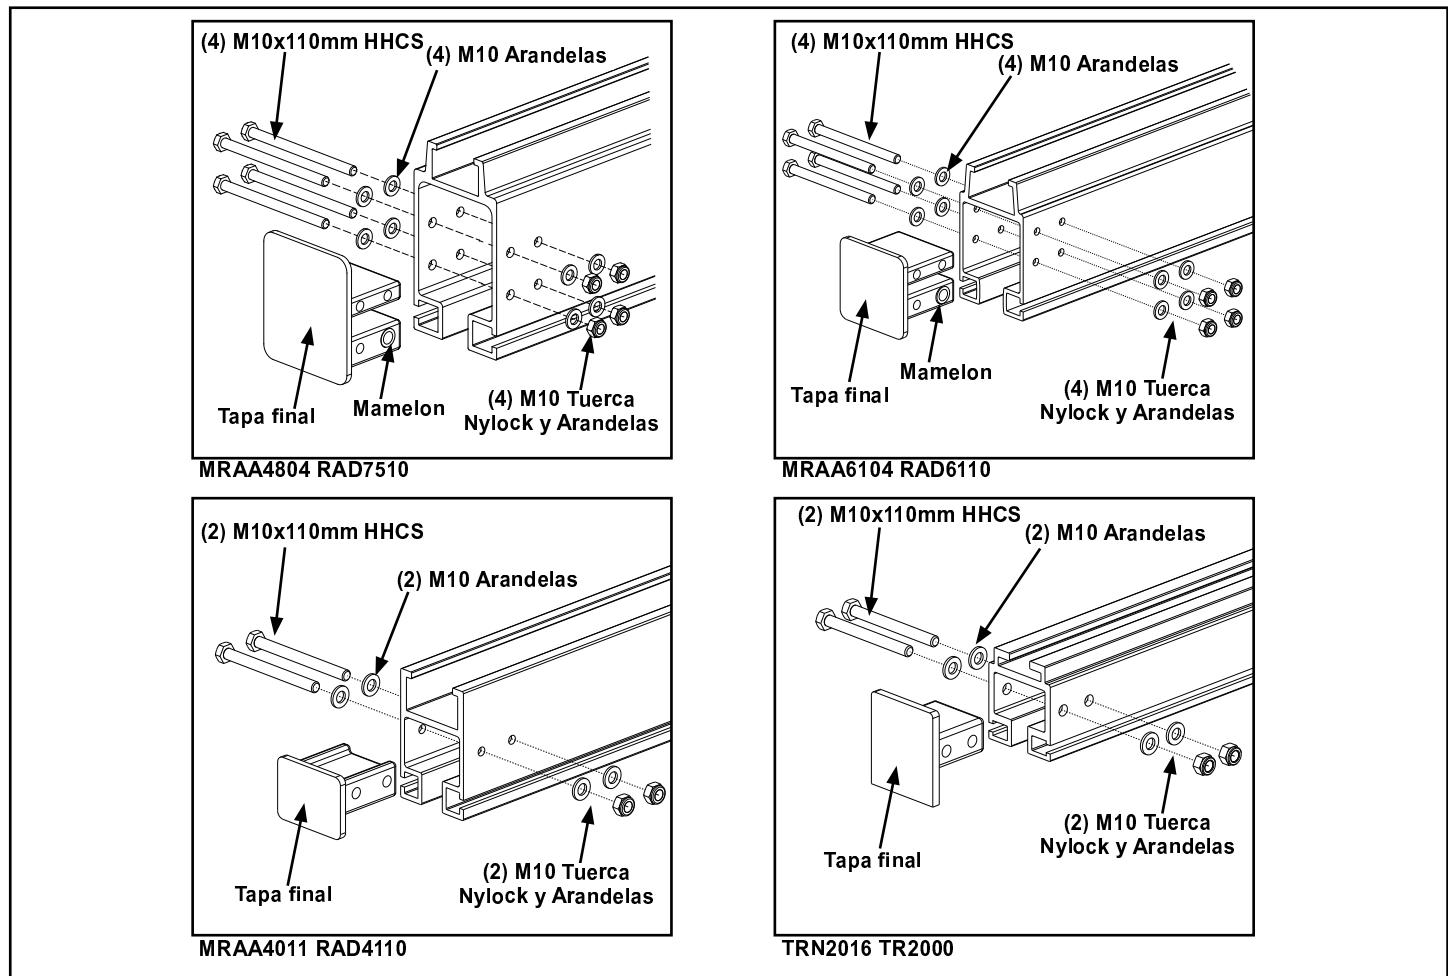

Figura 3-76
- Paso 2. Instale M10 x 110 mm HHCS, Tuercas nylock M10 , Arandelas planas M10. Apriete tornillos a 24 Nm (aprox. 18 lb/pie). Vea figura 3-76 para modelos de tapa final.